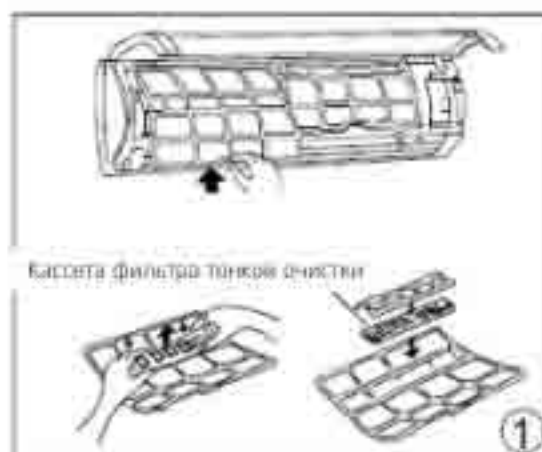

Рис. 9
4. Удалите кассету карбонового (угольного) фильтра из несущей рамы левого воздушного фильтра (рис. 9).